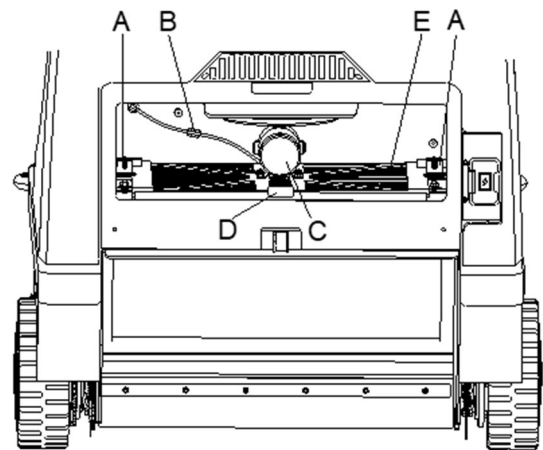

Figura 31
8. Desconecte el conector del motor del sacudidor del filtro (C, Figura 31) (B, Figura 31).
9. Quite el marco de fijación del filtro de polvo (D, Figura 31).
10. Quite el filtro de polvo (E, Figura 31).
- Instale el filtro (E, Figura 31) con la redcilla (B, Figura 32) hacia arriba.